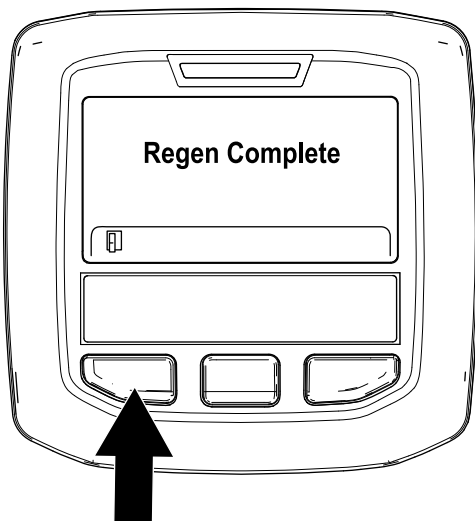

図 35
9. 駐車再生が終了すると、インフォセンターに Regen Complete と表示される。左ボタンを押してホーム画面に戻る 図 35。